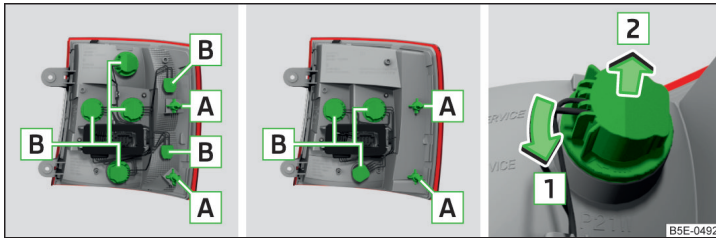

Fig. 253 Partie extérieure de l'ampoule : ampoule principale / ampoule à DEL
- Tournez la douille de l'ampoule **B** dans le sens de la flèche **1** » fig. 253.